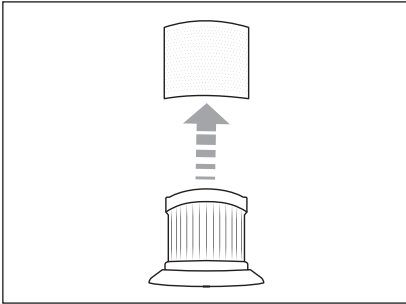

Bild 12
- 3) Dra loss det rostfria filtret **6** från EPA-filtret **5** (se bild 12).